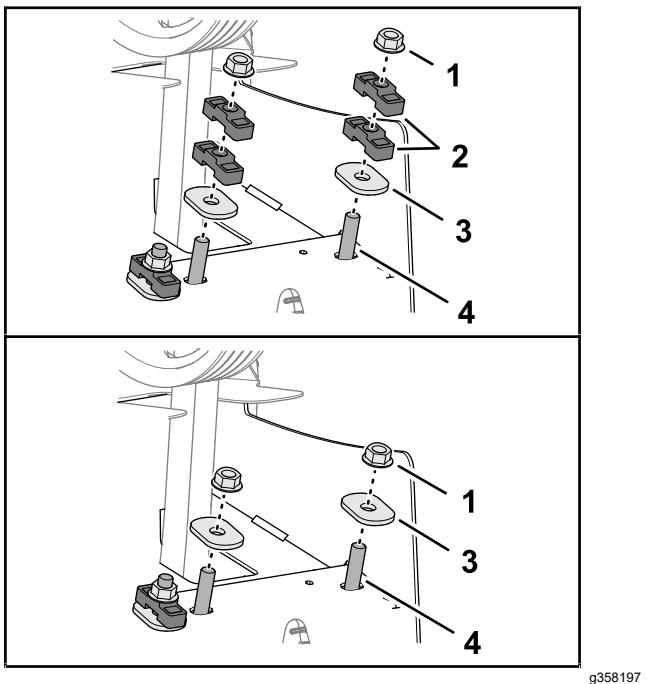

Bild 123
6. Befestigen Sie die Dämpferwelle und die Distanzstücke mit den gehärteten ovalen Unterlegscheiben und Sicherungsmuttern am hinteren Rahmen (**Bild 123**).